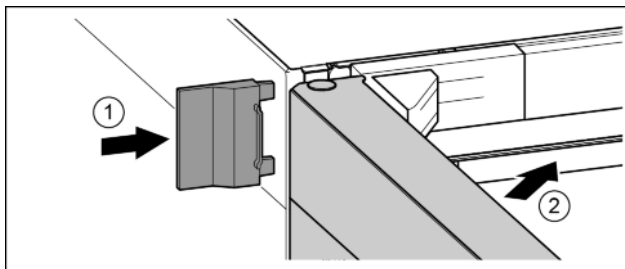

Fig. 20
- ▶ Надвинуть внешнюю крышку. Fig. 20 (1)
- ▶ Закрыть верхнюю дверь. Fig. 20 (2)